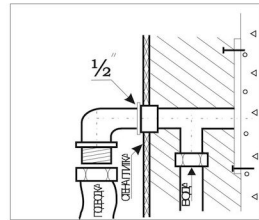

Рис.1.
- ✓ Устанавливается угольник с бортиками (если коллектор в техническом шкафу имеет собственные вентили) Рис. 1.